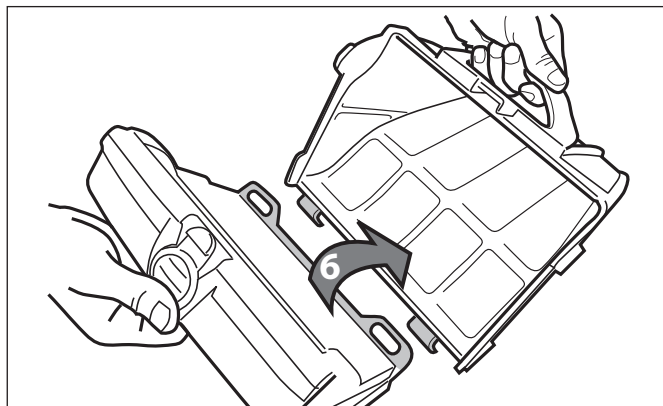

Figure 22. Retirer le panier filtrant
6. Séparez le panier filtrant du support du filtre (6), comme illustré à la figure 22.